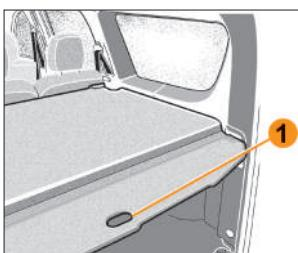

Рис. 5.7.3. Натяжная полка багажного отделения (в вариантном исполнении)
**В вариантном исполнении** в багажном отделении устанавливается натяжная полка. **Сворачивание полки багажного отделения:** не сильно потяните на себя полку за ручку 1 (рис. 5.7.3) или за край полки, чтобы освободить ее из креплений. Двигайте полку по мере сворачивания ее гибкой части.